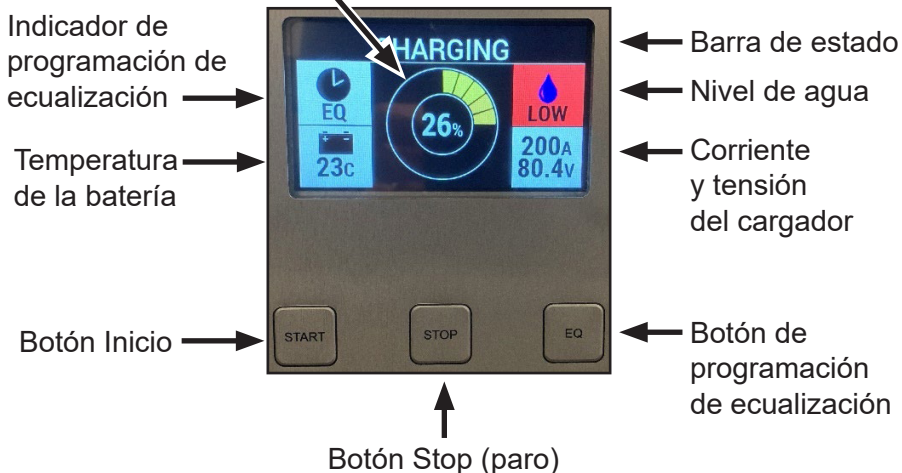

Figura 23 Pantalla gráfica de la de batería
La pantalla gráfica de la batería (figura 23) cambia, mostrando los parámetros relacionados con el estado de carga de la batería (SOC), cuando el cargador se conecta a una batería.
8.1.1.1. Mantenga oprimido el botón Start (Inicio) (Figura 23) durante tres segundos para cambiar la pantalla gráfica de la batería a la pantalla tabular alternativa de la batería (Figura 24). Repita este paso para regresar a la pantalla gráfica de la batería.
Inicio	Si el cargador está en el estado de carga detenida, presione en seguida el botón Inicio [Figura 23] momentáneamente para reanudar la carga. Mantenga oprimido el botón Inicio durante tres segundos para cambiar de la pantalla gráfica de la batería (Figura 23) a la pantalla tabular alternativa de la batería (Figura 24). Mantenga oprimido el botón Inicio de nuevo durante tres segundos para volver a la pantalla gráfica de la batería.
Paro	Oprima el botón Stop (Alto) [figura 23] para detener la carga. El cargador muestra, en la barra de estado, “Charge Stopped” (carga detenida).